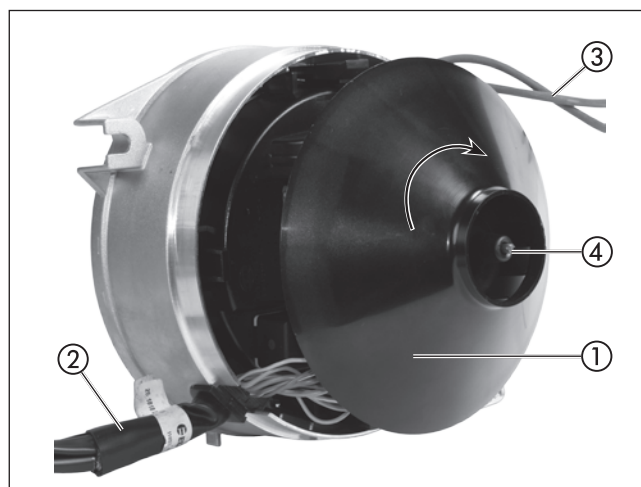

Bild 3
- ① Hutze
- ② Brenner
- ③ Wärmetauscher
**Gebläserad abnehmen** (siehe Bild 3)